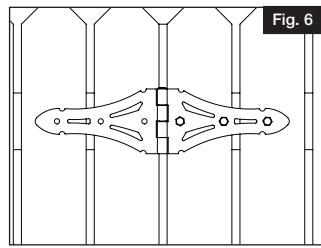

Fig. 6
- a. Placer la barrière à la hauteur désirée sur le poteau. Les traverses horizontales de la barrière doivent être alignées sur les traverses horizontales de la clôture (Fig. 6).